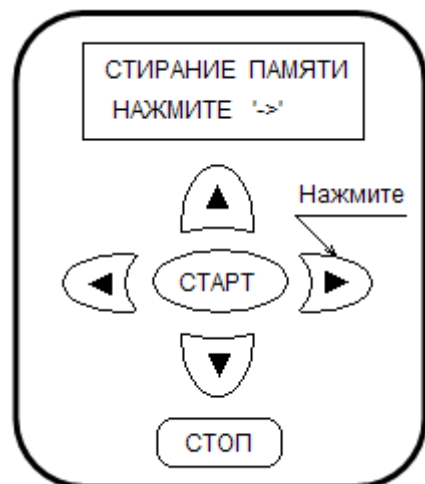

Рис. 28.
- нажать кнопку «СТАРТ», на дисплее будет надпись, приведенная на рис. 28.